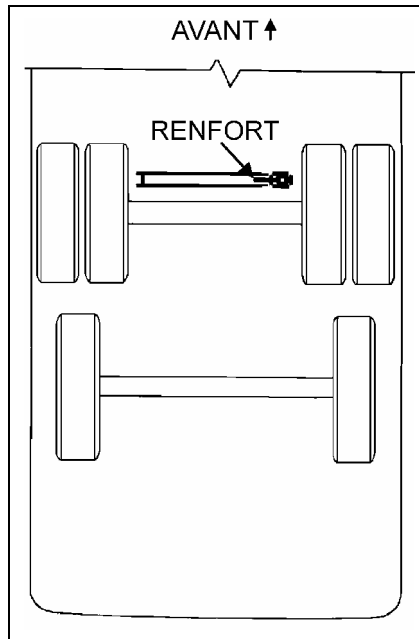

FIG. 1 VUE DE DESSUS
1. En travaillant en dessous du véhicule dans l'espace laissé au centre devant le différentiel, vérifier soigneusement s'il y a présence de fissure sur le renfort de la barre d'attache du différentiel (consulter les figures 1 et 2). Le cas échéant, meuler l'endroit fissuré jusqu'au métal sain puis remplir la fissure au moyen de soudure.